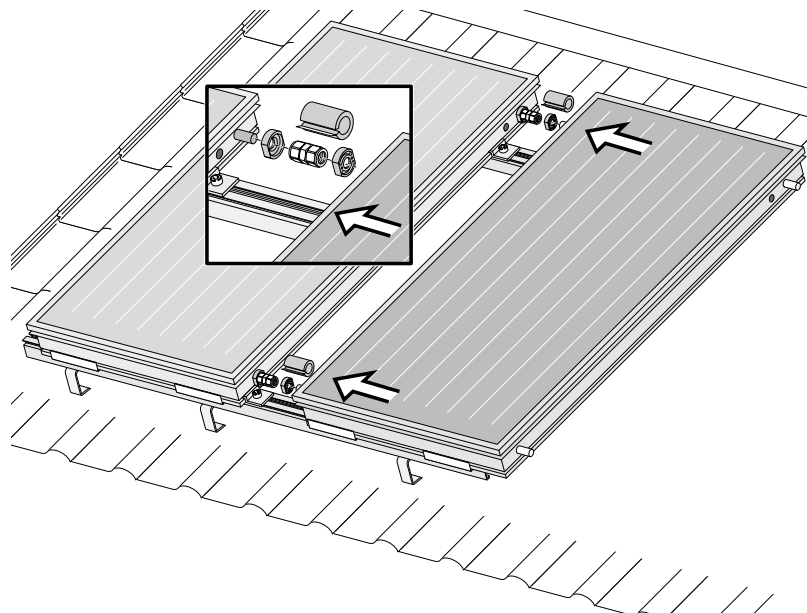

Bild 18
- **Achtung! Nach jedem zweiten Kollektor Festlager, siehe kleines Bild 18, mit einsetzen.**